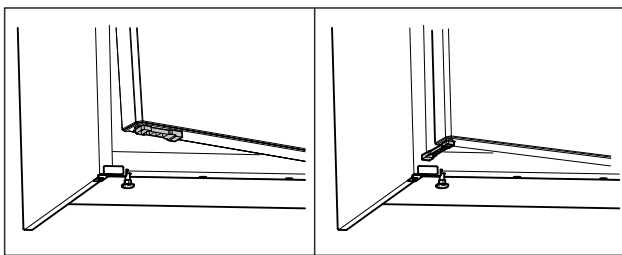

Fig. 56 *
- ▶ Поверніть обмежувач відкривання дверцят на 90°. (див. Fig. 56) *